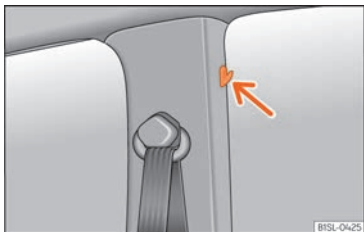

Abb. 103 An den mittleren Türholmen: Kleiderhaken.
- Kleiderhaken an den mittleren Türholmen »» **Abb. 103** (Pfeil).